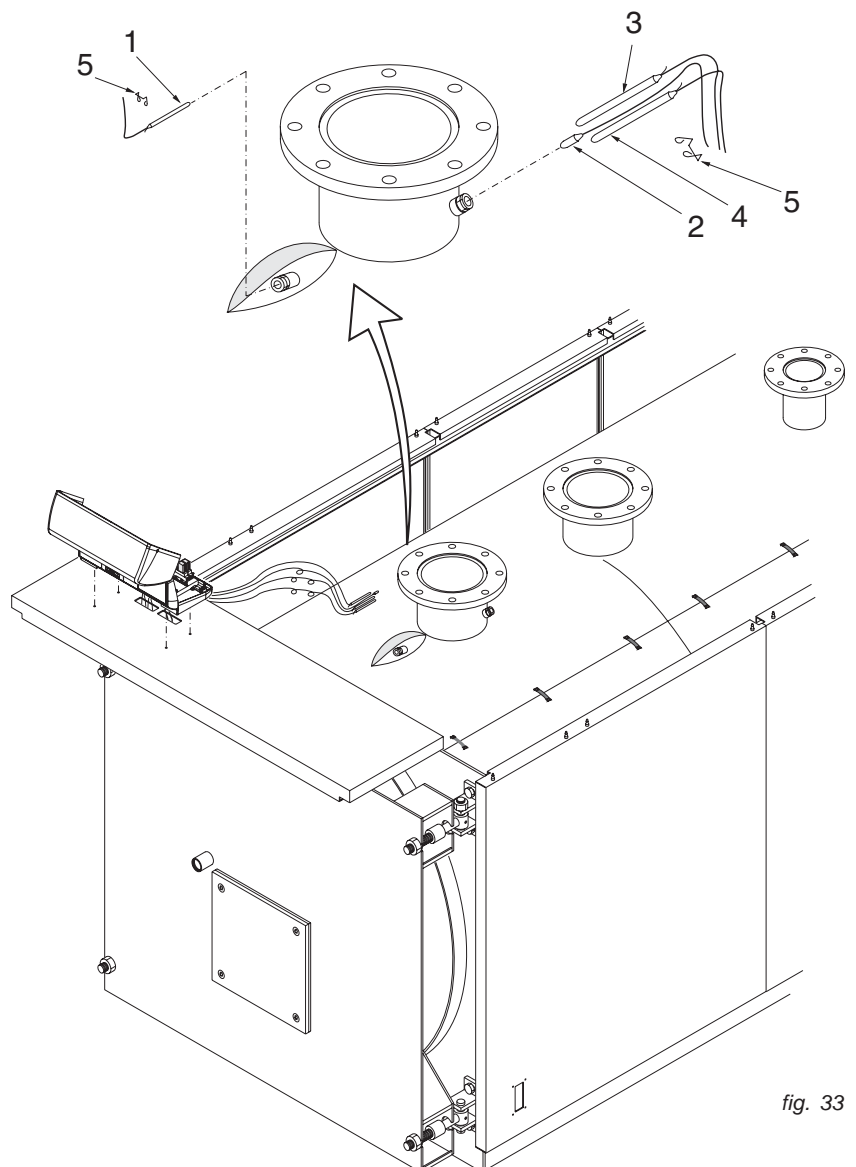

fig. 33
- G) Insérer dans le(s) doigt(s) de gant supérieur(s) les bulbes des sondes de régulation comme indiqué dans la fig. 33 et effectuer ensuite les raccordements électriques (alimentation 230V-50Hz, brûleur, pompes...). Refermer ensuite le tableau de commande. Faire passer la fiche d'alimentation du brûleur à travers la petite plaque latérale (pos. 5) située sur le côté par lequel on veut sortir et bloquer ensuite le câble au moyen du passe-câble fourni à cet effet. Fixer les petites plaques (pos. 5) sur les panneaux latéraux antérieurs de l'habillage. Bloquer les câbles électriques qui sortent du panneau de liaison postérieur supérieur (pos. 9) au moyen des serre-câbles fournis à cet effet, en serrant avec modération ces derniers..
- H) Mettre en place les panneaux longitudinaux supérieurs (pos. 12 et 13), puis les fixer sur les panneaux latéraux de l'habillage par simple clipsage.
- I) Fixer la plaque signalétique et l'étiquette avec les normes de ventilation de la chaufferie (pos. 14) sur le panneau latéral désiré, après l'avoir dégraissé au préalable dans la partie intéressée.
Insérer en suivant la séquence suivante, les bulbes des thermostats dans le(s) doigt(s) de gant situé(s) dans la partie supérieure du corps de chauffe en acier de la chaudière (voir fig. 33) : du thermomètre (pos. 2), du thermostat de régulation à 2 allures (pos. 3), du thermostat de sécurité (pos. 1), du thermostat de minimum (pos. 4). On recommande d'insérer les bulbes à fond dans le(s) doigt(s) de gant respectif(s) pour en améliorer le contact. Bloquer ensuite les capillaires des sondes au moyen du(des) clip(s) prévu(s) à cet effet (pos. 5).